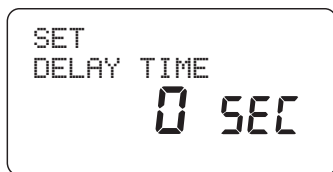

Figura 22:
1. Spostare il selettore in posizione • STATION DELAY (Ritardo stazione) [Vedere la Figura 22]